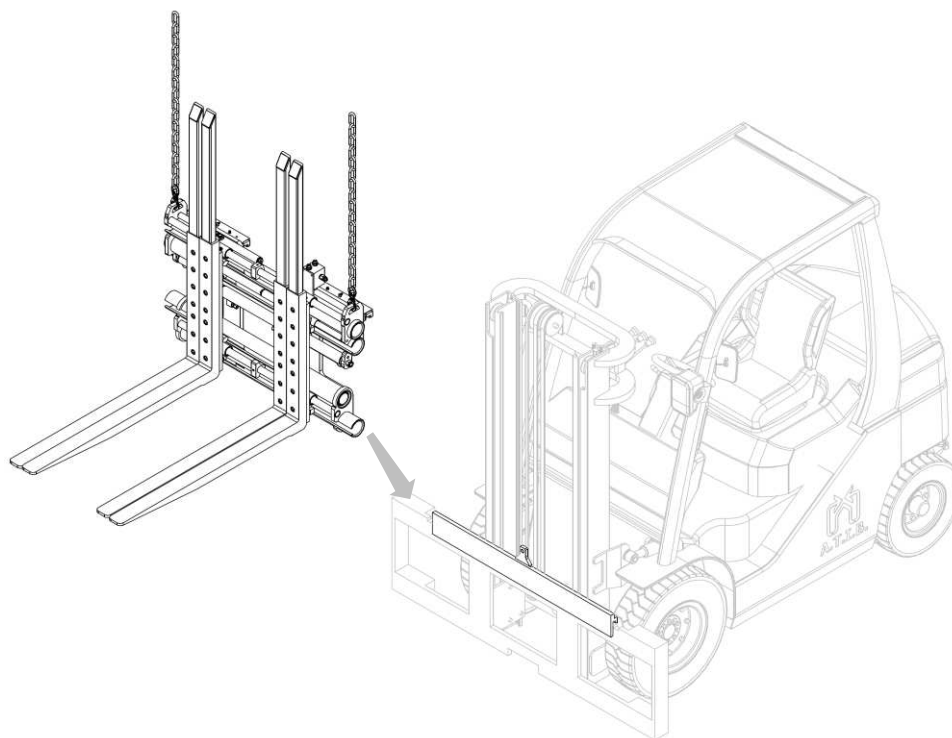

Figura 5
8. Enganche el equipo desde los puntos de agarre superiores y con un puente grúa de capacidad suficiente colóquelo sobre el doble gancho, cuidando de colocarlo correctamente (mira Figura 5).